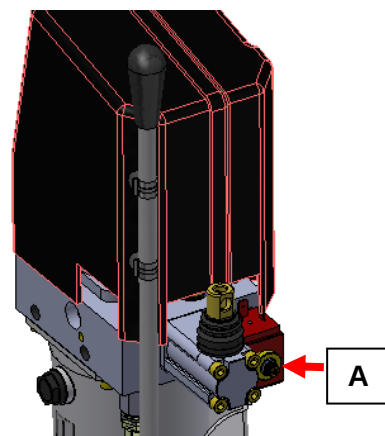
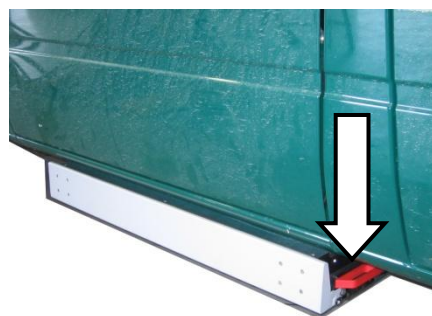

Fig. 11
Fig. 14
Per far scendere la pedana a terra (e togliere pressione all'impianto), svitare in senso antiorario la valvola di discesa **A** posta in centralina elettroidraulica (Fig.11).
Per ridare pressione all'impianto, girare in senso orario la valvola di discesa **A** posta in centralina elettroidraulica (Fig.11). Se non si esegue questa operazione la pedana non esegue salita.
To lower platform to the ground, turn counterclockwise lowering valve on the hydraulic unit (Fig.11).
Turn clockwise the lowering valve (Fig.11) for give the hydraulic pression of the lift. If you do not do this operation the platform does not lifting.
⚠ Prima di effettuare la salita verificare che la valvola di discesa (A) posta in centralina elettroidraulica (Fig.11) sia opportunamente chiusa.
- Se la pedana è a piano di carico: ruotare in senso antiorario la valvola di discesa A (Fig.11) per fare scendere la pedana fino al piano di rientro;
- Afferrare con entrambe le mani il bordo esterno della piattaforma e spingerla verso l'interno del veicolo in modo che la piattaforma rientri completamente nella sua sede (Z);
- In case platform is load floor: rotate the lowering valve A (Fig.11) in anticlockwise direction for to lower the platform until plane of reentry;
- take with both hands the external edge of the platform and push it towards the insider part of the vehicle, so that it retracts completely (Z);
- Ribloccare la pedana premendo il tasto posto sopra la maniglia di sblocco (Fig. 14), chiudere lo sportello;